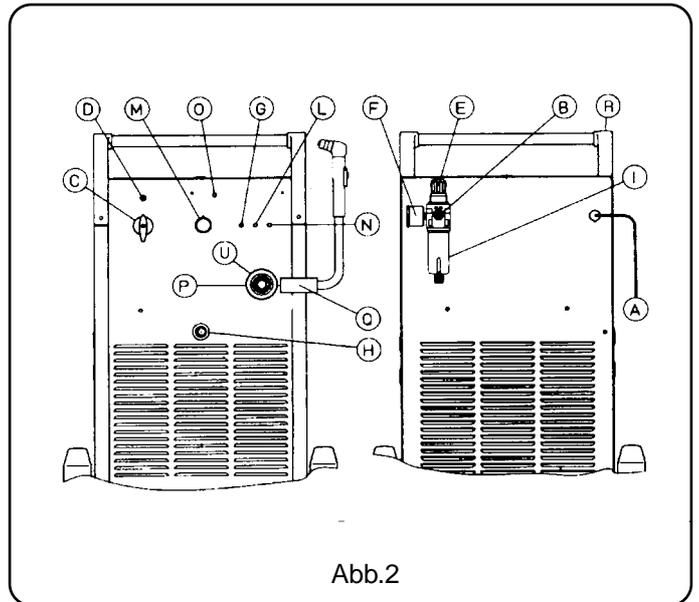

Abb.2
1.1 MONTAGE DES BRENNERS (Abb.2)
Zur Vermeidung eventueller Überlastungen, angebracht auf den Wicklungen des Haupttrafos und hervorgehoben durch das Aufleuchten der Signalleuchte **G** (siehe Abb. 2)
Um zu vermeiden, daß der Luftdruck unzureichend ist, angebracht auf der Speisungsvorrichtung der Brennerkopfes, hervorgehoben durch die Signalleuchte **L** (siehe Abb.2)
2) Um das Gerät abzuschalten, wenn die Elektrode soweit abgenutzt ist, daß sie ausgewechselt werden muß. Dies wird durch die Signalleuchte (**N**) (Abb. 2) angezeigt.